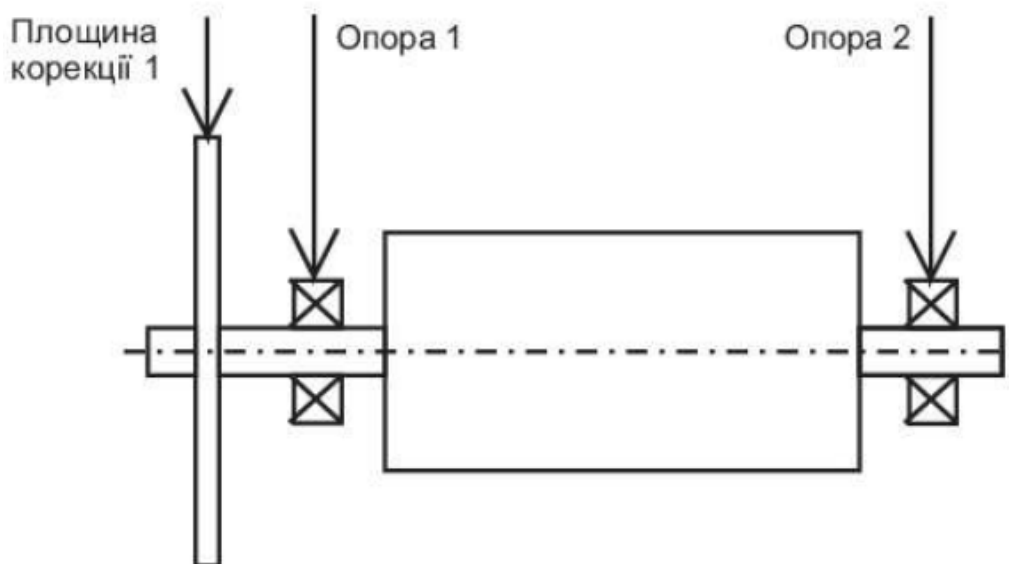

Рис. 8.3. Нумерація опор і площин корекції при одноплощинному балансуванні роора з консольним тонким диском.
8.3.1 Встановити датчик на опору 1 (рис. 8.3) і натиснути **«Enter»**.
8.3.9 Встановити пробну масу $M_{п1}$ на площину корекції 1 (рис. 8.3) під кутом $\angle M_{п1}$, що відрізняється від фазового кута віброшвидкості опори 1 приблизно на ± 90 градусів.